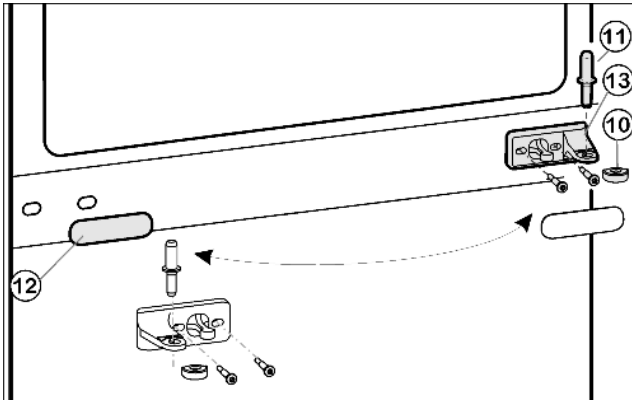
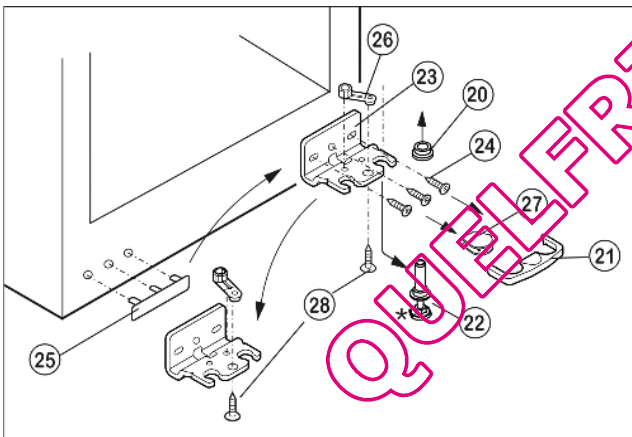

Fig. 5
Fig. 6
- Retirer le pivot d'appui central Fig. 5 (11) de sa charnière et de la porte inférieure.
- Retirer le capuchon en matière plastique Fig. 5 (10).
- ▶ Démontez la charnière du milieu Fig. 5 (13).
- ▶ Retirer avec précaution le panneau-cache Fig. 5 (12).
- ▶ Placer la charnière du milieu Fig. 5 (13) tournée à 180° du nouveau côté de la charnière.
- ▶ Faire encliquer le panneau-cache Fig. 5 (12) tourné à 180° du nouveau côté de la poignée.
- ▶ Enlever le dispositif d'arrêt Fig. 6 (21) vers l'avant.
- ▶ Enlever le cache Fig. 6 (27) en bas.*
- ▶ Enlever le pivot Fig. 6 (22) vers le bas et vers l'avant. Ce faisant, respecter la douille de charnière Fig. 6 (20).
- ▶ Dévisser le support d'appui Fig. 6 (23) (3 x Torx 25) Fig. 6 (24).
- ▶ Dévisser l'élément pivotant Fig. 6 (26) (1 x vis Torx 25) Fig. 6 (28) et le replacer dans le logement opposé de la charnière, ensuite le revisser.
- ▶ Soulever le cache Fig. 6 (25) du côté poignée avec précaution et le déplacer.
- ▶ Revisser le support d'appui Fig. 6 (23) sur le nouveau côté de la charnière en utilisant une visseuse sans fil si nécessaire.
- ▶ Mettre le cache Fig. 6 (27) sur le côté opposé.*
- ▶ Le dispositif d'arrêt (21) doit s'enclencher latéralement sur la charnière afin de protéger les pivots d'appui et la porte.
- ▶ Replacer le dispositif d'arrêt (21) sur la charnière.
- ▶ Remettre en place la douille de charnière Fig. 6 (20).
- ▶ Placer la porte supérieure par le haut sur le pivot d'appui inférieur Fig. 6 (22).
- ▶ Remettre le capuchon en plastique Fig. 5 (10) sur la charnière du milieu Fig. 5 (13).
- ▶ Placer le pivot du milieu Fig. 5 (11) sur le nouveau côté charnière à travers la charnière du milieu Fig. 5 (13) dans la porte inférieure.
- ▶ Placer la porte supérieure sur le pivot du milieu Fig. 5 (11).
- ▶ Aligner éventuellement les portes par rapport aux deux trous oblongs du support d'appui inférieur *Fig. 6 (23)* et du support d'appui central *Fig. 5 (13)* pour qu'elle affleure avec l'habillage de l'appareil. Pour cela, dévisser les vis centrales du support d'appui inférieur *Fig. 6 (23)*.